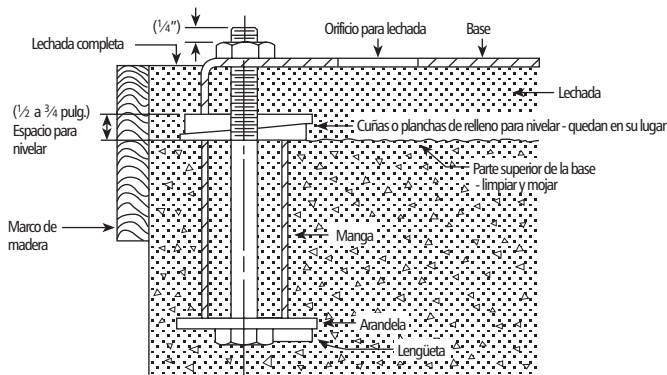

Figura 1
- La placa de base **DEBE** estar unida con lechada a un cimiento con pie firme. Vea la figura 1.